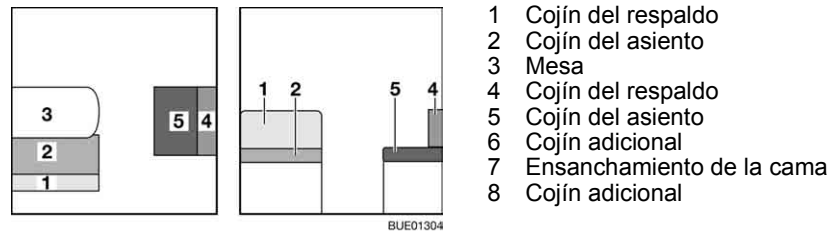

Fig. 132 Antes de la transformación
- Transformar la mesa (Fig. 132,3) en base de cama (véase apartado 6.11).
- Quitar el cojín del respaldo (Fig. 132,1) y ponerlo a un lado.